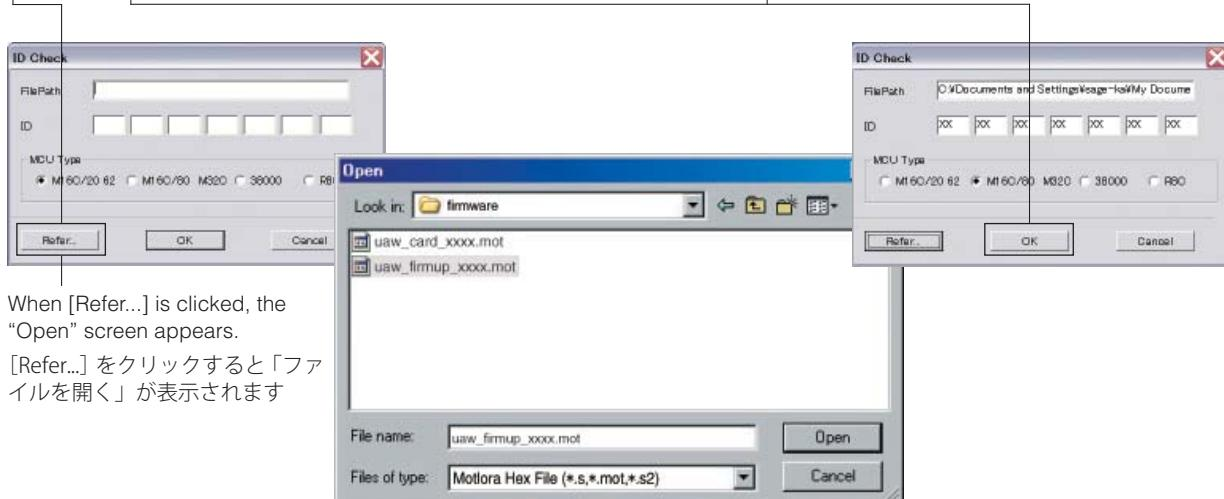

Fig. 4
- Click [Refer...] and select the firmware name. (Fig. 4)
* The ID code and MCU type are loaded automatically when the file is selected. (Fig. 4)
Click [OK]. (Fig. 4)
- [Refer...] をクリックし、書き込むファームウェアを選択します。 (Fig. 4)
* ID、および MCU Type は書き込みファイル選択後、自動的に取り込まれます。(Fig. 4)
[OK] をクリックします。(Fig. 4)